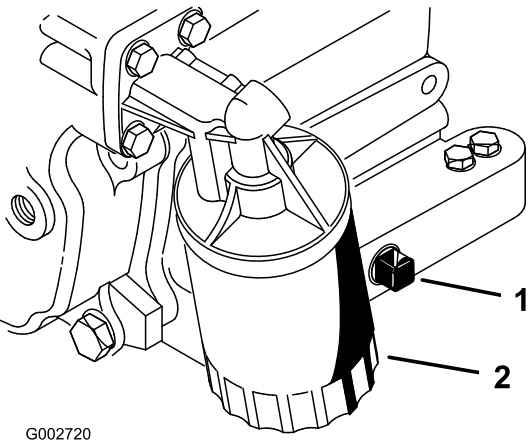

图 28
2. 拆下排油塞图 28 让油流入放油盘。油不再流时安装排油塞。
3. 拆下机油滤芯图 28。